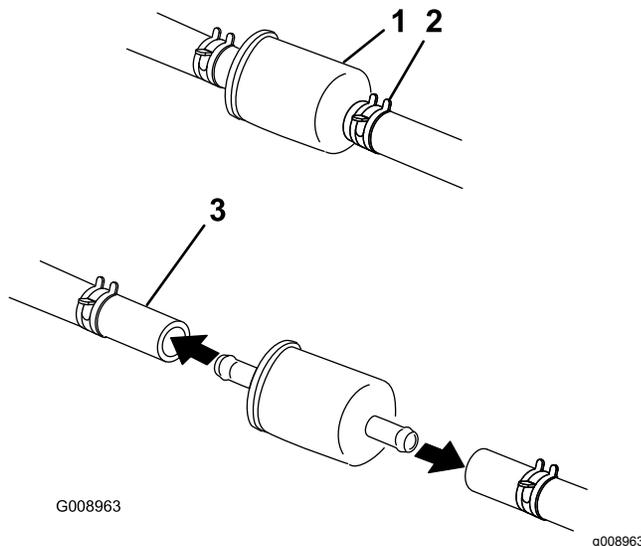

Figure 55
4. Fermez le robinet d'arrivée de carburant sous le siège (Figure 55).
5. Pincez les extrémités des colliers et éloignez les colliers du filtre (Figure 55).
7. Posez un filtre neuf et rapprochez les colliers de fixation du filtre (Figure 55).